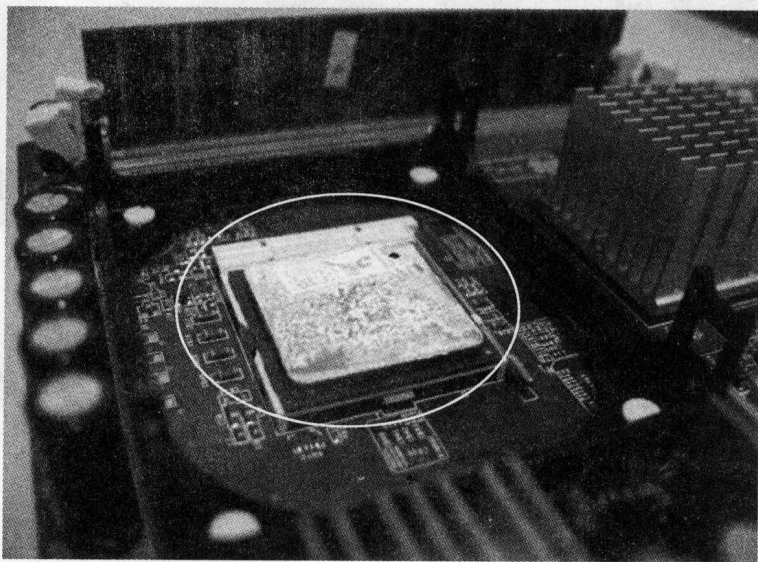

图 1-4 安装完毕的 CPU
(1) CPU 的安装。
① 稍向外/向上拉开 CPU 插座上的锁杆,使之与插座呈 90 度角。
② 将 CPU 上切边部位对准插座上的缺口部位。
③ 按下锁杆。注意, CPU 只有在方向正确时才能被插入插座中。图 1-4 是安装完毕的 CPU。